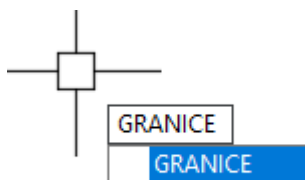

Rys. 1.6
6. W otwartym oknie *Opcje* – rys. 1.6 dokonamy zmian ustawień na kartach: *Pomoce rysunkowe*, *Wybór* – rys. 1.7, przesuwając w prawo wskazane suwaki.